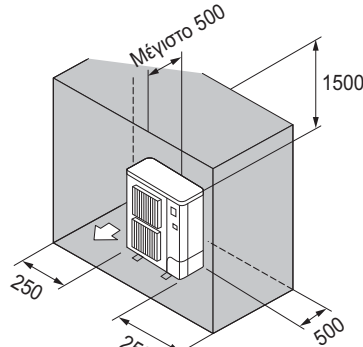

Fig. 3-10
- ⑥ Εμπόδια στην πίσω, στις δύο πλαϊνές και στην επάνω πλευρά μόνο (Fig. 3-10)